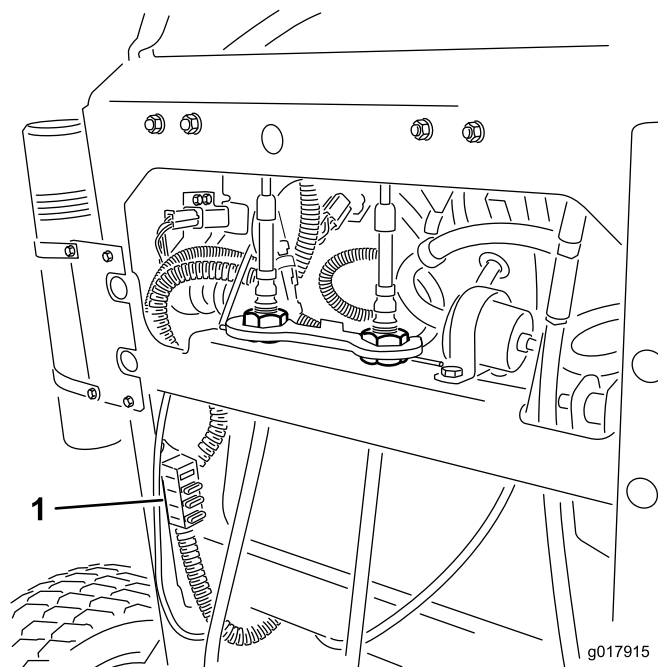

Figure 52
2. Tirez le fusible pour le sortir ou le remplacer (Figure 52).
Remarque: Veillez à utiliser un fusible du bon calibre Figure 52.